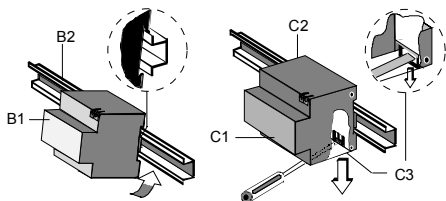

Bild 3 / Figure 3
**Montage und Demontage des Gerätes:** siehe Bild 3
**Mounting / dismantling the device:** see figure 3